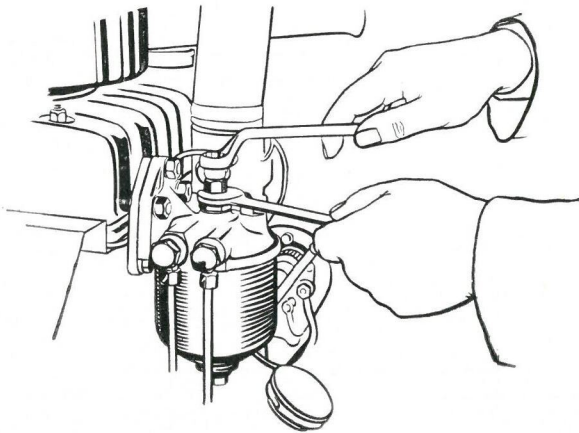

Fig 4
1. Devisser le raccord banjo à la partie supérieure de la cuve (voir Fig. 4).